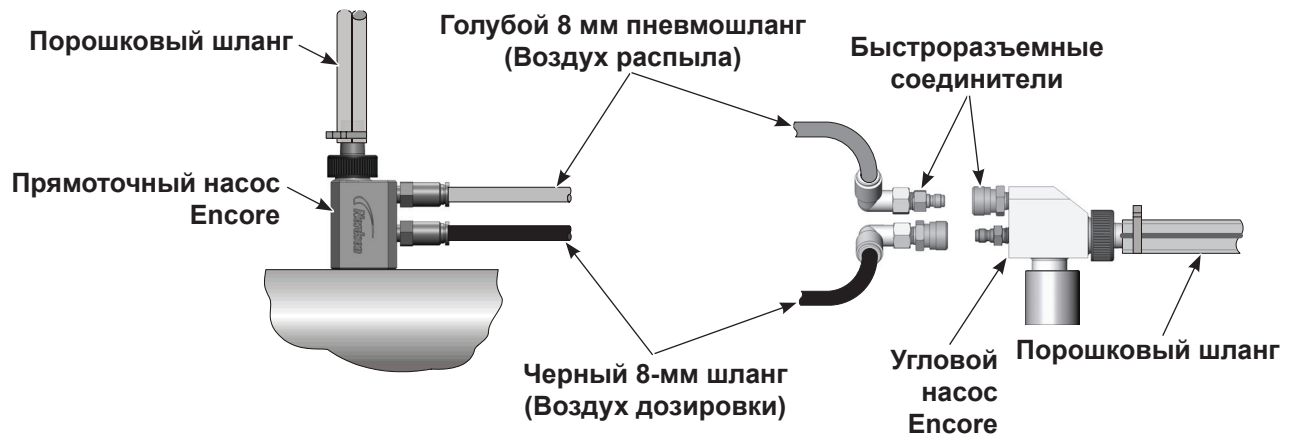

Рис. 3-9 Присоединение насоса
3. См. Рис. 3-9. Присоединить пневмошланги к фитингам насоса.